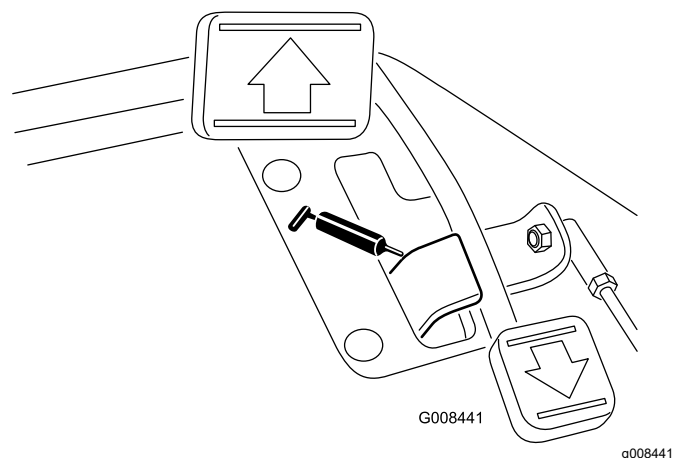

Figure 29
- Pivot de pédale de déplacement (1) (Figure 29)